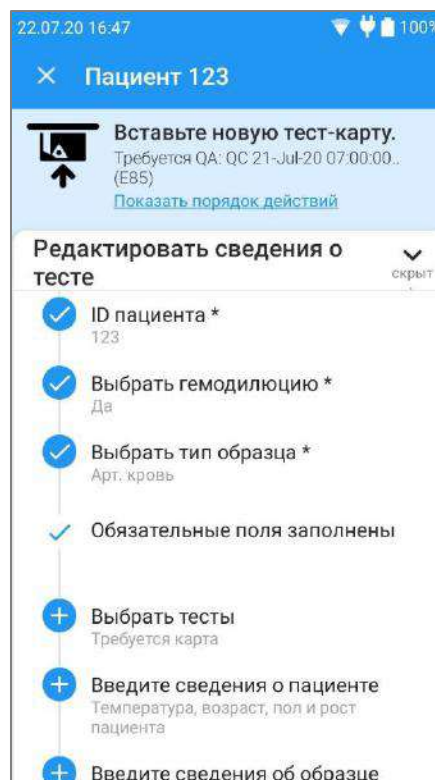

Рис. 53.
- На протяжении периода отсрочки при каждом выполнении анализа крови будет появляться предупреждение об истекшем сроке по графику (рис. 53).